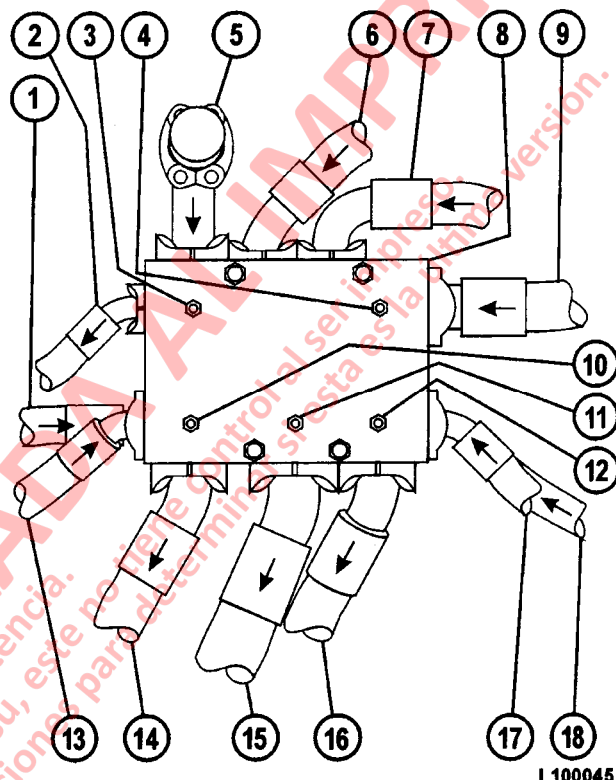

FIGURA 10-7. MULTIPLE DE ACEITE DE RETORNO DE ELEVACION/FRENOS
- La presión en los circuitos de enfriado de los frenos delantero y trasero (3 y 4, Figura 10-7) debe ser de aproximadamente 25 psi (172 kPa) o menos.